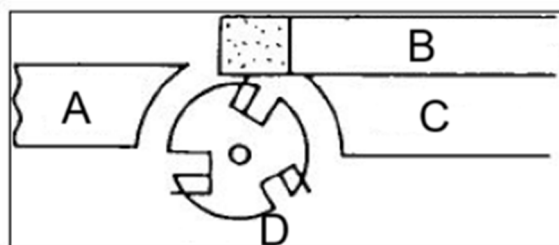

Figura 22
3. Pentru a proteja masa de alimentare de zgârieturi, acoperiți parțial piatra de ascuțit cu hârtie (Figura 22).